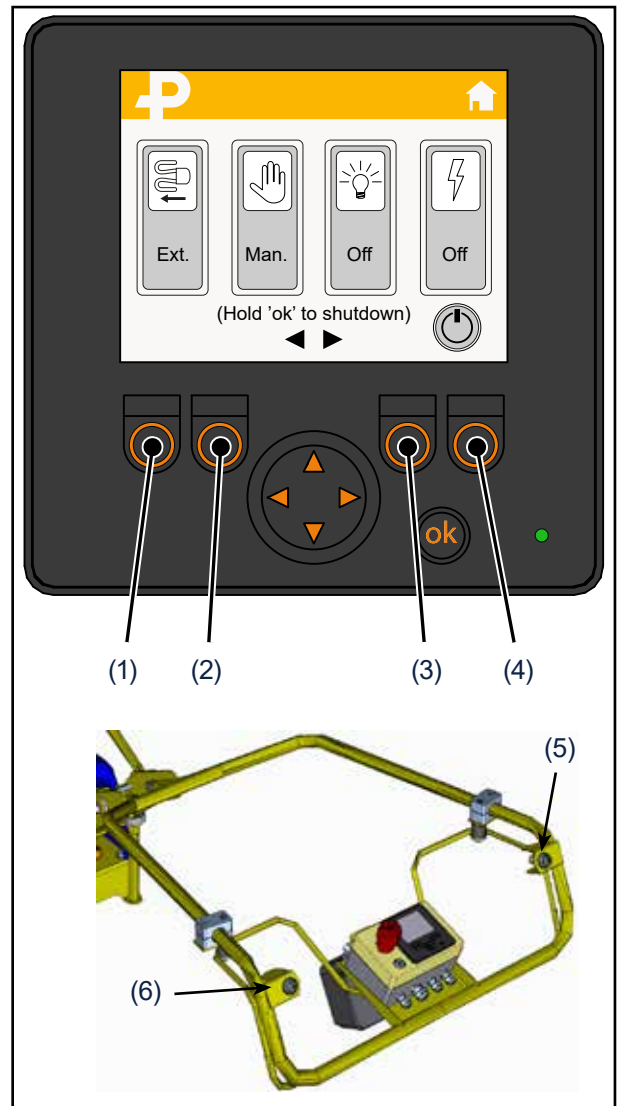

Fig 33.
5.2.1 Clippage manuel Fig 33)
5.2.2 Déclippage manuel (Fig 33)
5.2.3 Clippage automatique (Fig 33)
3. Déverrouillez le Unité de puissance de l'outil de travail en tournant/tirant la trappe (Pos. 1, Fig 33) puis faites glisser le Unité de puissance vers l'arrière.